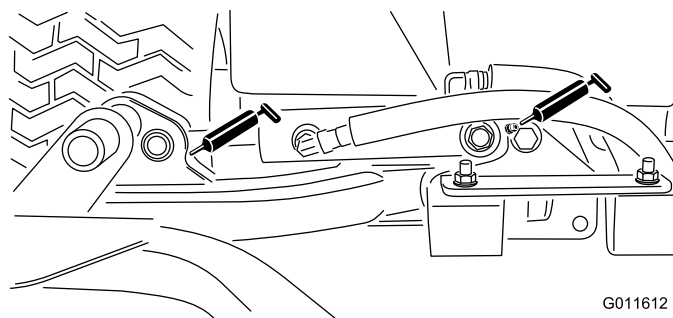

Figura 46
- Cilindros del brazo de elevación de la unidad de corte (2 en cada) (Figura 46)
- Pivotes del brazo de elevación (1 en cada) (Figura 46)